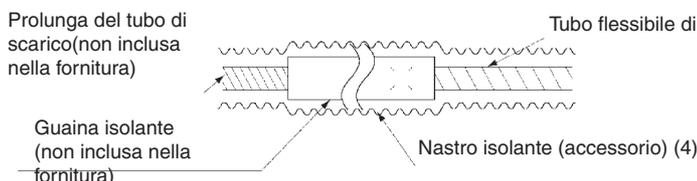

Fig. 17
- Per aumentare la lunghezza della tubazione di scarico, utilizzare prolunghie flessibili di tipo commerciale e isolare la sezione della prolunga che viene a trovarsi all'interno del locale. (Vedere Fig. 17)